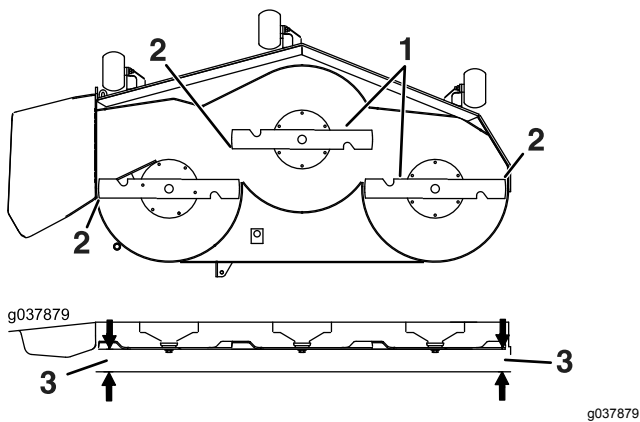

Figura 101
7. Mida entre la punta de la cuchilla y la superficie plana (Figura 101). Si ambas mediciones no están dentro de los 5 mm (3/16"), ajuste la nivelación; siga con este procedimiento.
14. Gire cuidadosamente las cuchillas colocándolas perpendicularmente al sentido de avance de la máquina (Figura 101).